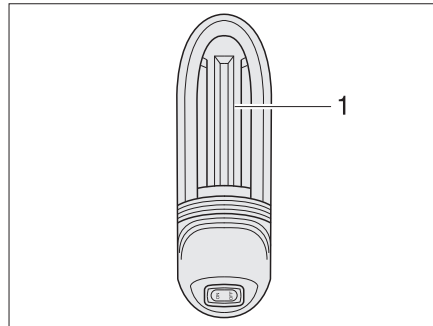

Bild 300 Garagenleuchte
- Leuchtenabdeckung (Bild 300,1) etwas nach oben schieben und abnehmen.